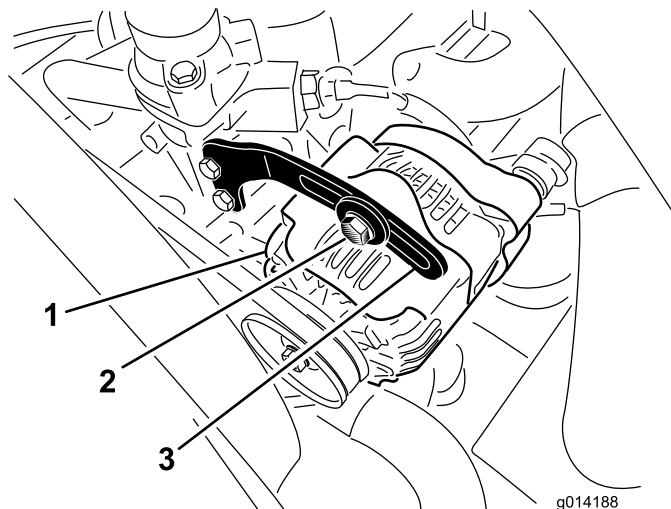

Figure 43
2. Contrôlez la tension de la courroie d'alternateur (Figure 43) en exerçant une force de 10 kg (22 lb) à mi-distance entre les poulies d'alternateur et de vilebrequin.
3. Desserrez le boulon qui fixe le renfort à l'alternateur (Figure 43), et le boulon de pivot d'alternateur.